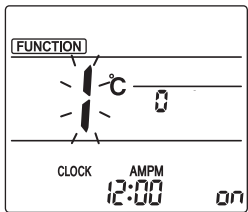

Fig. 3-1
- (1) Accès au mode de réglage des ailettes manuel. Appuyez sur la touche [MENU]. (Commencez cette opération lorsque l'affichage de la télécommande est éteint.) "FUNCTION" s'allume et "1" clignote. (Fig. 3-1) Appuyez sur la touche [↑] pour sélectionner "2" puis appuyez sur la touche [SET].